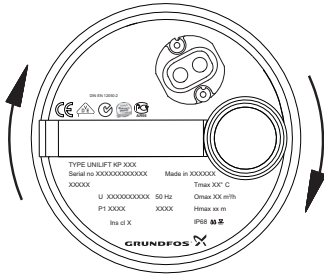

Fig. 9 Sens de rotation
3. Observer la pompe lorsqu'elle est démarrée. Si la pompe donne une légère secousse dans le sens horaire, voir fig. 9, le sens de rotation du moteur est correct. Si la secousse est dans le sens anti-horaire, interchanger deux phases.